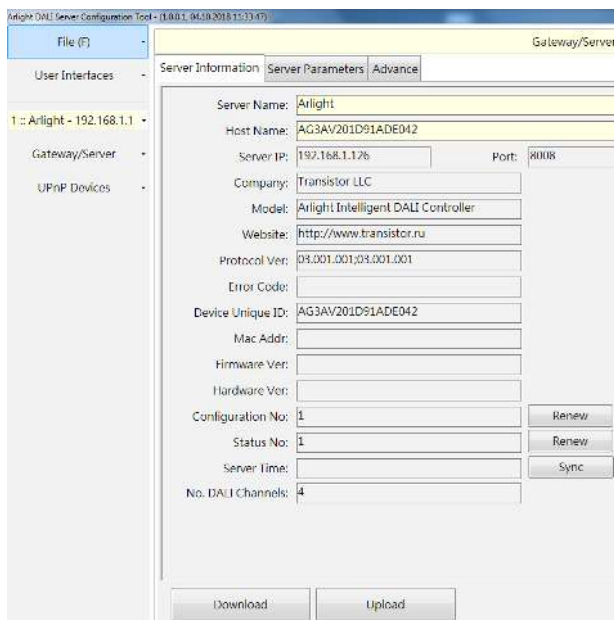

Рисунок 5.
- Для считывания информации из контроллера нажмите кнопку Download (Рисунок 5). Для сохранения информации в контроллере после изменения нажмите кнопку Upload.